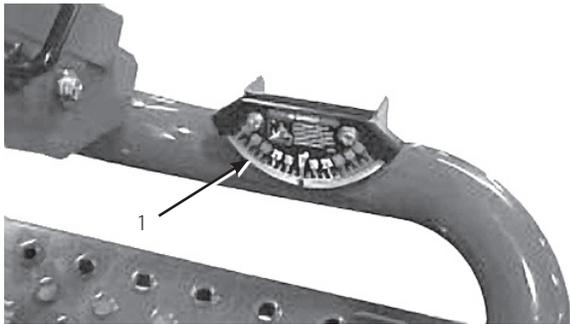

図 3
- 機体のクロスビーム (燃料タンク脇) に携帯斜面計 (付属品) を置いて、機体が水平になっていることを確認する (図3)。このとき、運転席に座った状態で、機体に装着されている傾斜計の読みが 0° であれば問題ない。